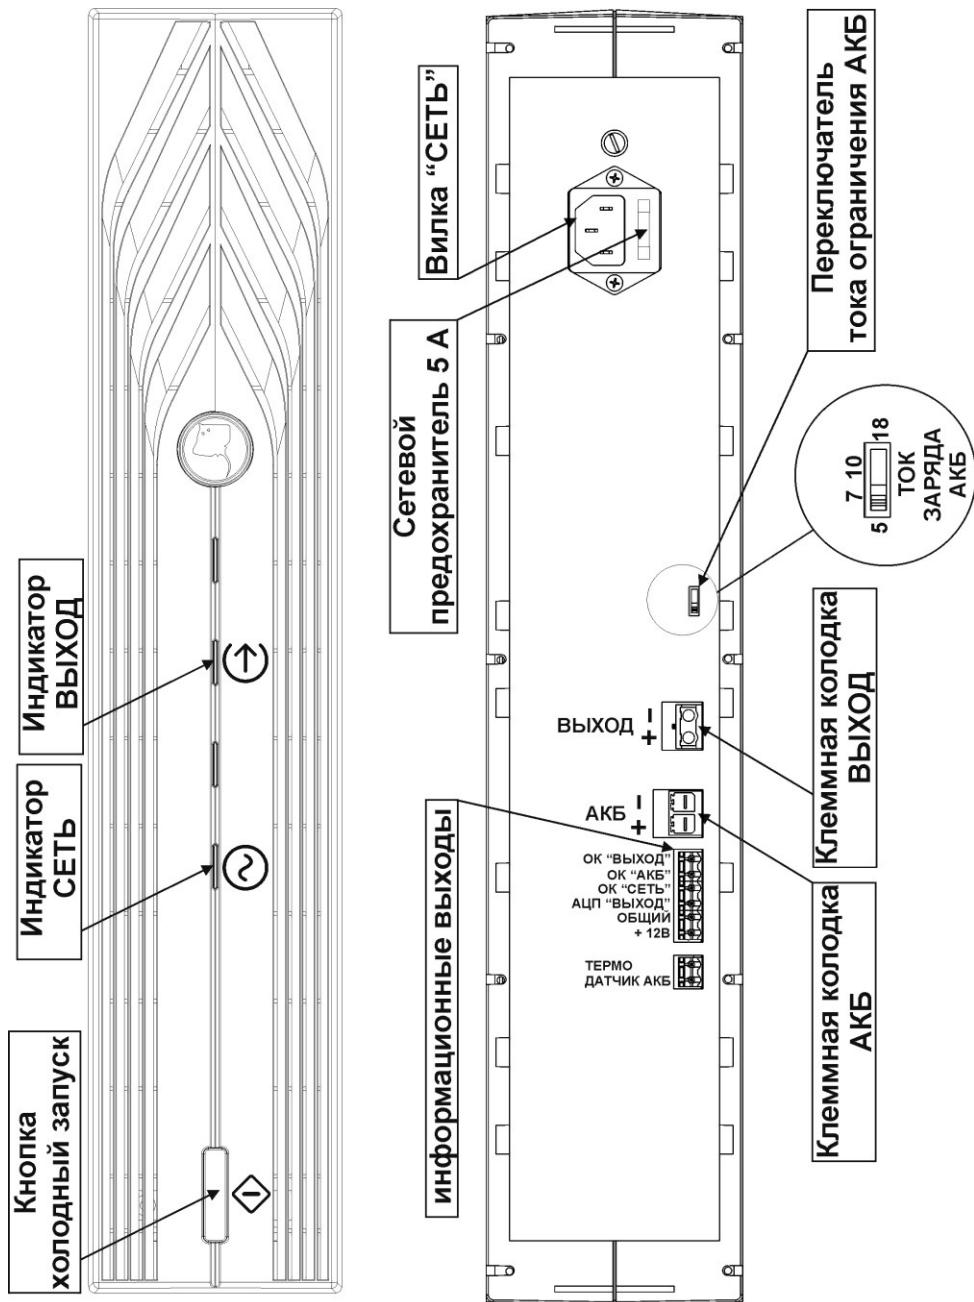
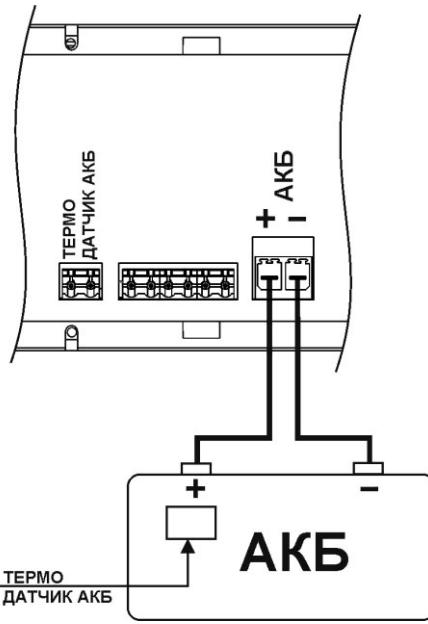

Рисунок 1 – Общий вид изделия
Рисунок 4 – Подключение АКБ и термодатчика АКБ.
Изделие содержит следующие конструктивные элементы (см. рис. 1):
Изделие обеспечивает ограничение тока заряда АКБ. Выбор одного из четырех значений ограничения тока заряда АКБ осуществляется переключателем (см. рис. 1) Изменение выбранного значения ограничения тока заряда АКБ следует выполнять в следующей последовательности:
- Подключите с соблюдением полярности к клеммам колодки «ВЫХОД» источника питания кабель питания нагрузки (см. рис. 1);
- Подключите к источнику, соблюдая полярность, перемычки для подключения внешней АКБ (см. рис. 4) (перемычки АКБ входят в комплект поставки);
- При необходимости термокомпенсации напряжения заряда АКБ подключите термодатчик к контактам колодки «Термодатчик АКБ». Чувствительный элемент термодатчика закрепите на корпусе внешней АКБ в непосредственной близости от клеммы «+» с помощью липкой ленты. Для корректной работы термодатчика необходимо обеспечить плотное прилегание чувствительного элемента датчика к поверхности корпуса батареи (см. рис. 4);
- проверить правильность произведенного монтажа в соответствии с назначением клемм подключения (рис. 1) и схемами подключения (рис. 4 – 6);
- проверить наличие и исправность сетевого предохранителя (см. рисунок 1);